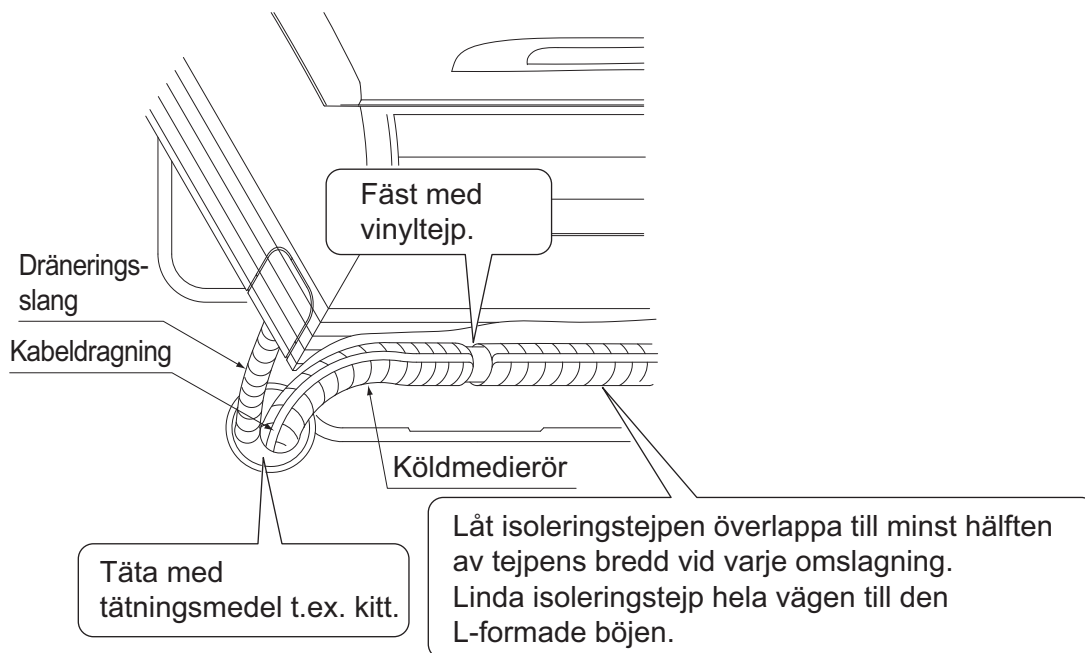

Bild 12
(5) Dra enhetens kabeldragning, jordning och fjärrkontrollkablage genom kabelguiden, från baksidan på inomhusenheten till dess framsida.
(6) Anslut rören. (Se "6. KYLMEDIERÖRDRAGNING" och bild 12)